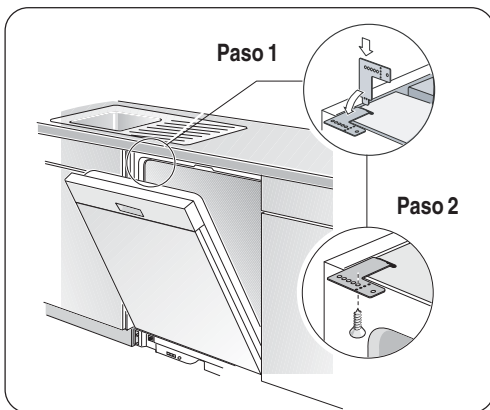

Ilustración 10
- 1 **El Montaje Superior** se utiliza cuando el contador tiene una superficie de madera u otro material fácil de perforar. Acomode los soportes de montaje tal como indica en la Ilustración 10 y sitúe las dos lengüetas pequeñas de modo que cubran las dos ranuras en los rincones delanteros de la lavadora. Oprima firmemente hacia abajo los soportes de montaje hasta introducir las lengüetas en sus ranuras.